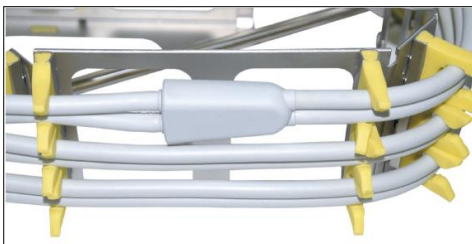

図3： ケーブル Y 字部が正しい位置に配置されている状態
- ▶ ワイヤバスケットを正しくトレイに収納するため、ケーブル Y 字部がワイヤバスケットの長編側の末端に位置するようにすること（図3参照）。